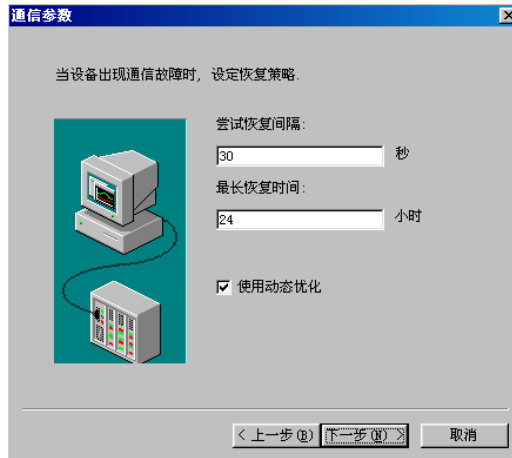

图 6.31 通信参数设置
- 单击“上一步”修改配置，单击“下一步”弹出设备配置向导——“通信参数”，如下图 6.31 所示，修改设备通讯出现故障时的尝试恢复策略。各选项的具体含义请参见 6.1.3.3.1 节的描述。